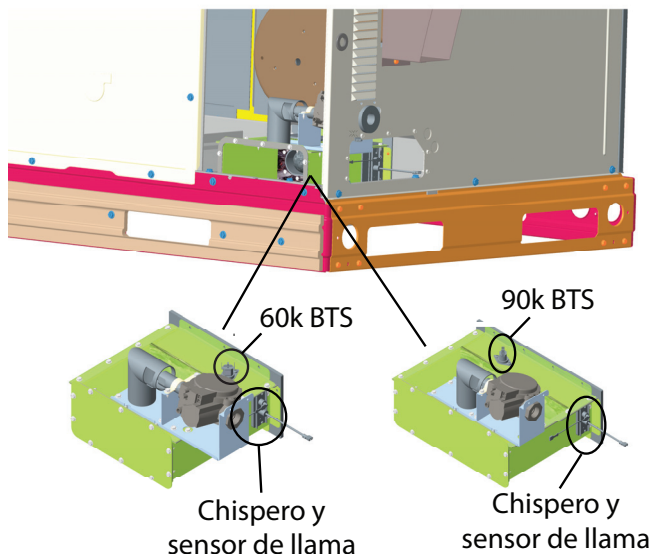

Fig. 20 – Interruptor térmico del quemador (BTS) (NOx ultrabajo) A200287SP
- Quite los dos tornillos que sujetan la capucha del conducto (Fig. 20) y quite la capucha del conducto.
- Vuelva a conectar la capucha del conducto (Fig. 20) con los dos tornillos que se quitaron.
NOTA: Para NOx ultrabajo : El chispero o sensor de llama combinado está ubicado en el lado derecho de la caja del quemador (consulte Fig. 20). Se puede acceder al chispero o sensor de llama para realizar el mantenimiento si retira la cubierta del panel del lado derecho. El interruptor térmico del quemador (BTS) se encuentra en la parte superior de la caja del quemador. Para tamaños de calefacción de 60 k, se puede acceder al interruptor BTS a través de la cubierta del panel del lado derecho. Para los tamaños de calefacción de 90 k, se puede acceder al interruptor BTS si se quita el panel de acceso a los controles.